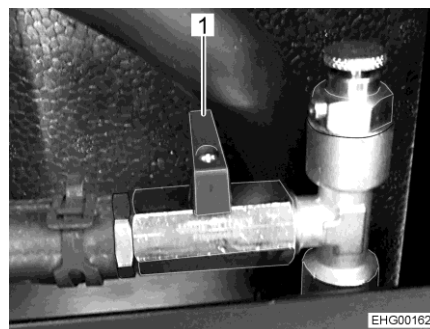

Bild 170 Kugelhahn (geschlossen)
- Den Hebel (Bild 170,1) quer zur Rohrleitung stellen.